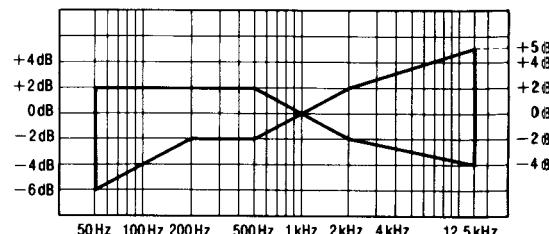

Fig. 5
4. Après cela, amplifier le signal enregistré sur la bande vierge CrO2 (QZZCRX) et la bande vierge métallisée (QZZCRZ) jusqu'à 15kHz et régler de la même manière que celle mentionnée ci-dessus. Puis, vérifier que le niveau de fréquence soit en deçà de la plage montrée à la Fig. 5.